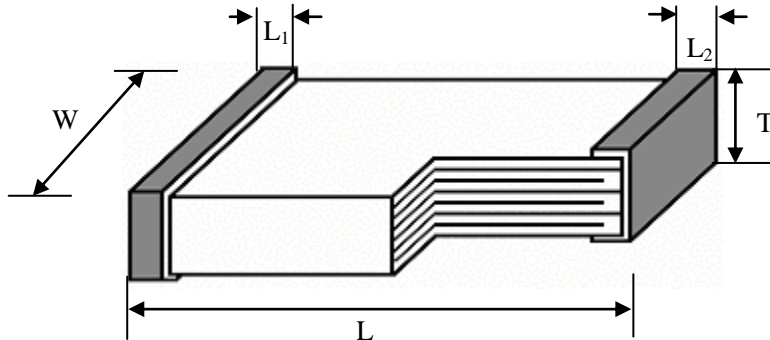

图1 产品外形示意图
**3.2.1 要求：** 产品的外形和尺寸应符合图 1 及表 1 的要求。